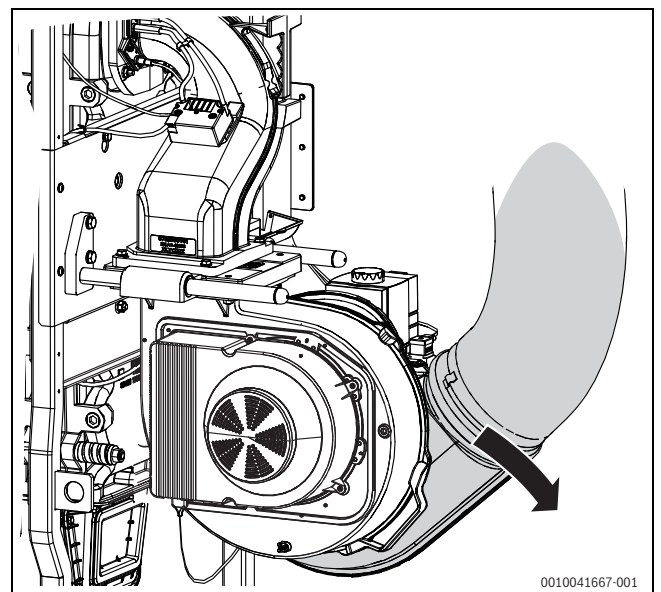

Рис. 5 Поворот всасывающего патрубка вентилятора вниз
- ▶ Поверните вниз всасывающий патрубок вентилятора (→Рис. 5).